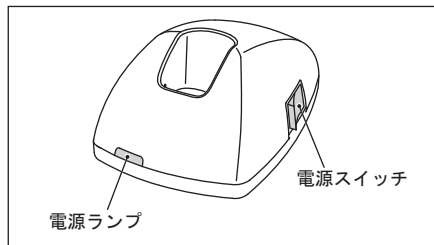

図 2
- 3) 電源スイッチを ON にします。(電源ランプが点灯します)(図 2)